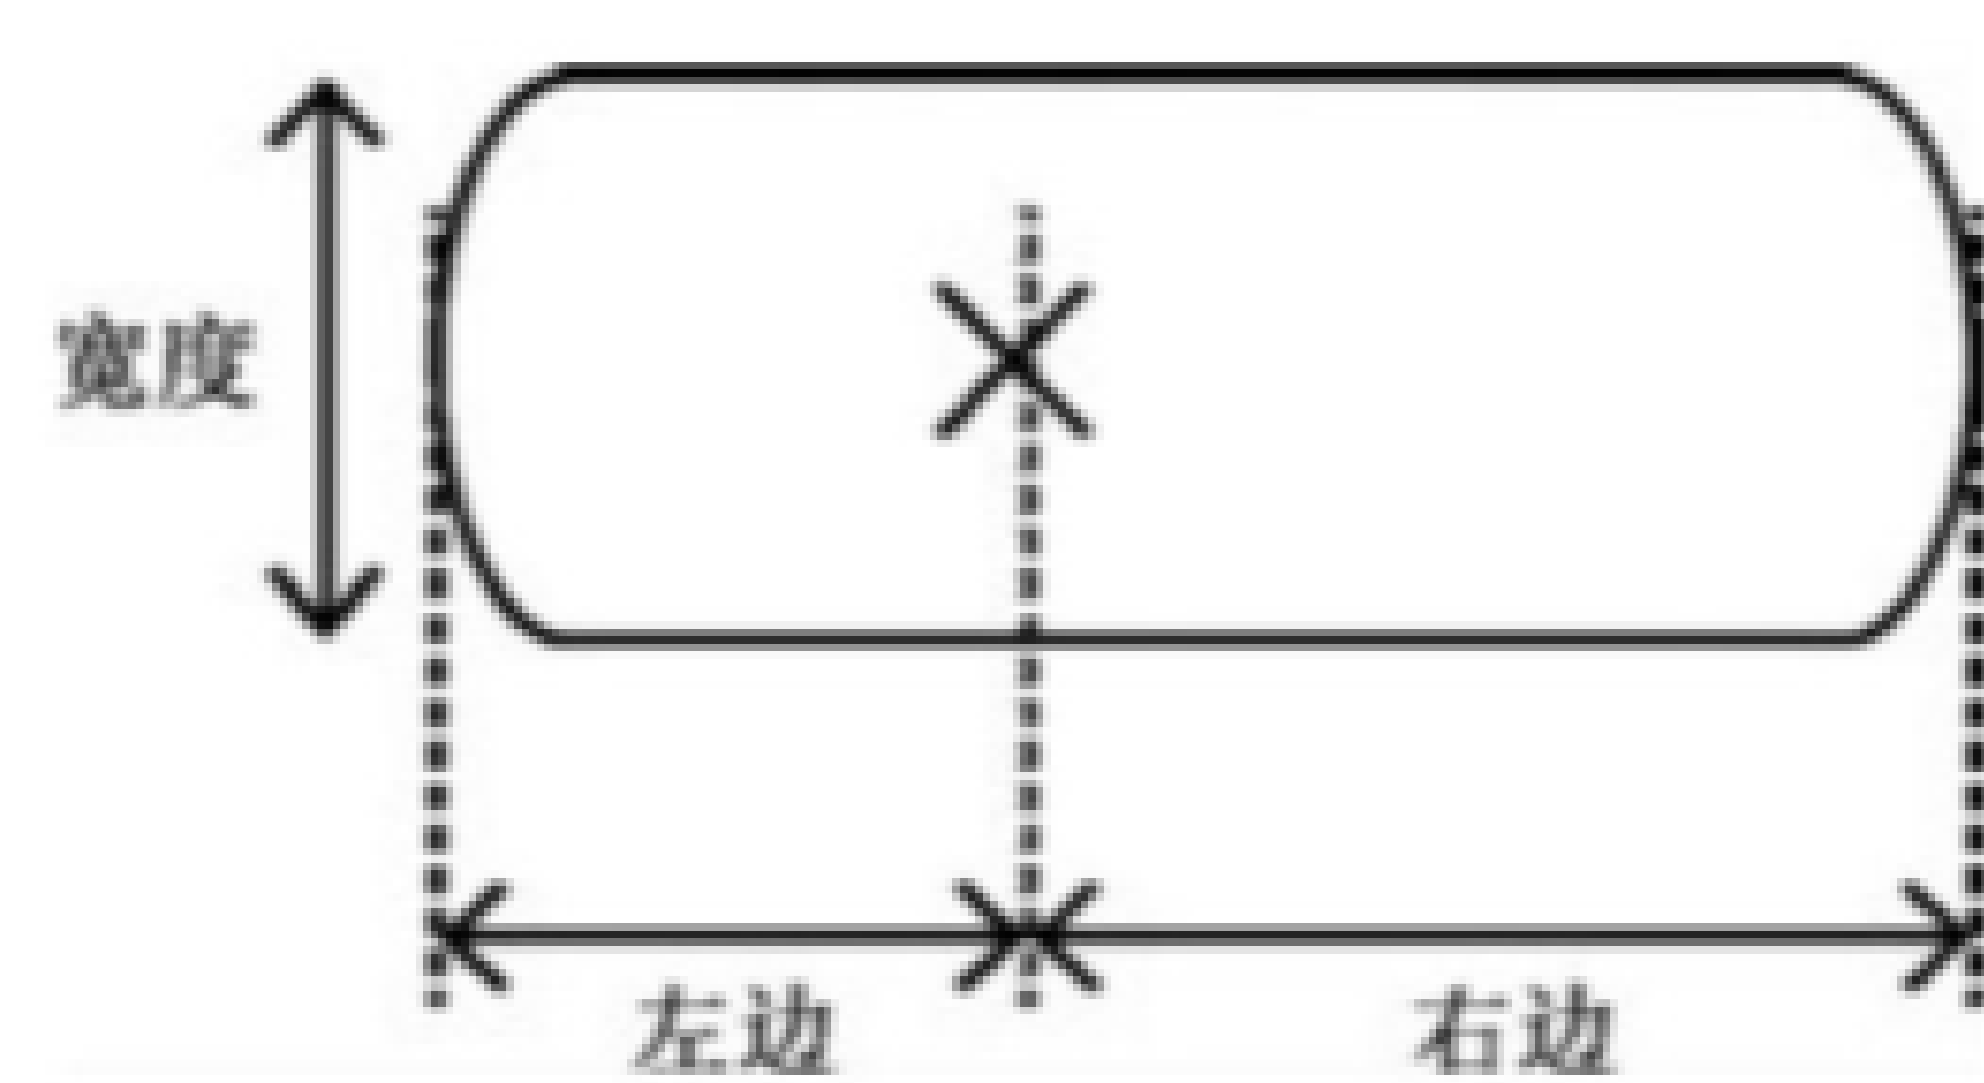

图 80 指形
- h) id finger width left right: 每个指形由宽度、左边和右边定义, 定义应出现在一行上, 参考点如图 80 所示, 标记为 X。